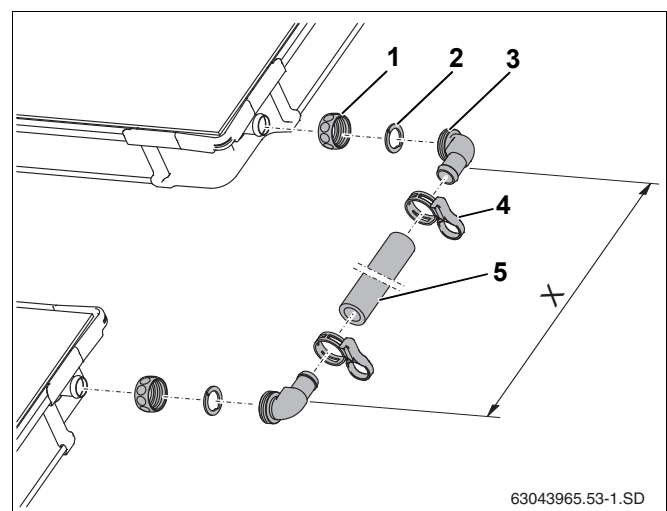

Рис. 60 Комплект для соединения двух рядов коллекторов
- Наденьте накидные гайки (рис. 60, поз. 1) на штуцеры коллектора.
- Уложите зажимную шайбу (рис. 60, поз. 2) за выступ штуцера коллектора и нажмите на неё.
- Наденьте на штуцер угловой наконечник с кольцом (рис. 60, поз. 3), надавив на него, выровняйте и затяните накидной гайкой.
- Измерьте расстояние между угловыми наконечниками (размер X) при смонтированных коллекторах и соответственно обрежьте шланг (рис. 60, поз. 5).
- Наденьте шланг на угловые наконечники и зажмите пружинными хомутами (рис. 60, поз. 4).